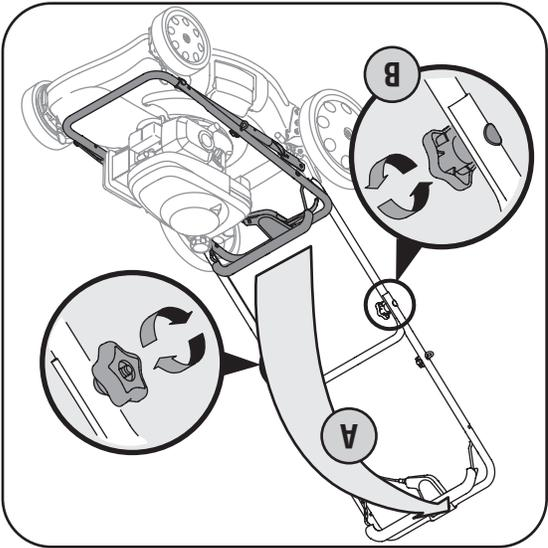

Figure 1
- Redressez le guidon supérieur vers vous pour le faire passer de la position A à la position B. Voir la Figure 1.